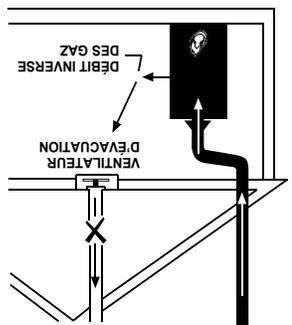

FIGURE 1C.
- Le chauffe-eau doit être installé à l'abri du gel. Si le chauffe-eau est situé dans un espace non chauffé (c.-à-d., grenier, sous-sol, etc.), il peut être nécessaire d'isoler les tuyaux d'eau et de vidange pour le protéger du gel. Le robinet de vidange et les commandes doivent être facilement accessibles aux fins d'utilisation et d'entretien. Observer les valeurs de dégagement inscrites sur la plaque signalétique. Ne pas placer le chauffe-eau près d'un appareil créant de la circulation d'air. Ce type d'appareil, p. ex., ventilateur d'évacuation, système de ventilation, sècheuse, foyer, etc., peut affecter le fonctionnement du chauffe-eau. Il faut accorder une attention particulière aux conditions créées par les appareils de ce type. L'inversion du débit des gaz de combustion peut faire monter le volume de monoxyde de carbone dans l'habitation (Figure 1C).